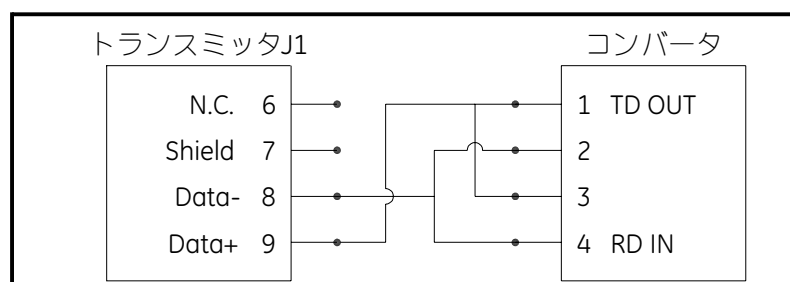

図 1-4: 一般的な RS485 の結線
3. ケーブルの一端をコンジット穴に通し、これを端子ブロック J1 に配線し、ケーブル固定金具を固定します。ケーブルの另一端は、下記の図 1-4 に示すように、コンバータに接続します。